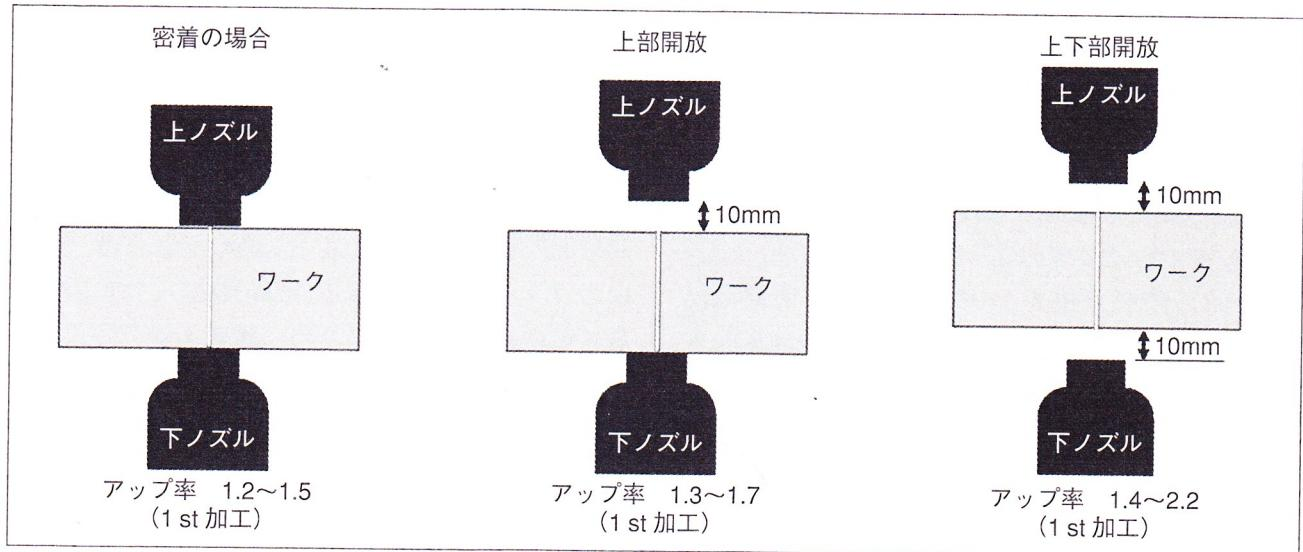

図3 加工速度アップ率
- ① 加工速度のアップは1stのみであり、仕上げ加工においてはあまり大きな変化がない。
- ② ワイヤ線径、コーティングなどにおける効果の差は、あまりみられない。
- ③ 加工するワークの材質によって効果が変化する(超硬で30%、鉄で40%アップ。AP 500 Lφ
- ④ 三菱電機(株)PM回路によるE電源調整、もしくは(株)牧野フライス製作所のオファードに関しては従来の0~マイナスの使用領域が0~プラス使用できるようになる。
- ⑤ ワークとノズルの位置は図3のような改良率になる。